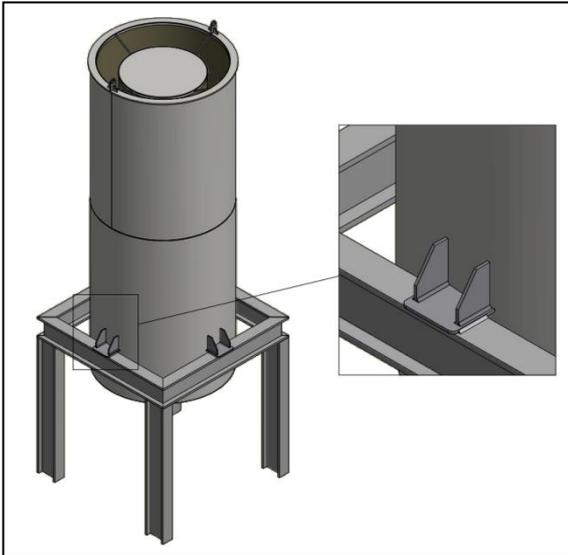

Figura 3
- 5- Soldar em pontos as sapatas de apoio no berço de montagem. Figura 3.